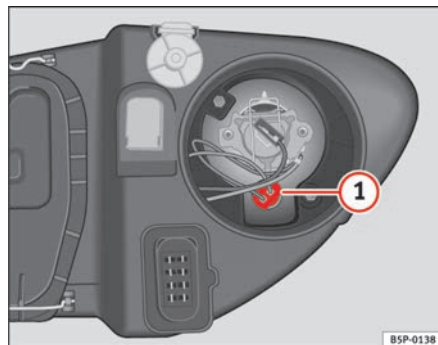

Fig. 192 Luci di posizione
- Estrarre il portalampane ⇒ fig. 192 1 verso l'esterno.